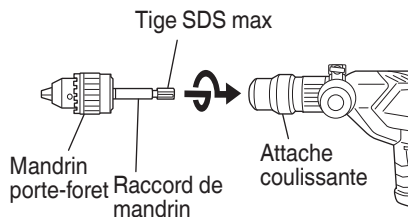

Fig. 15
(2) Fixation du raccord de mandrin sur le mandrin porte-foret (Fig. 15)